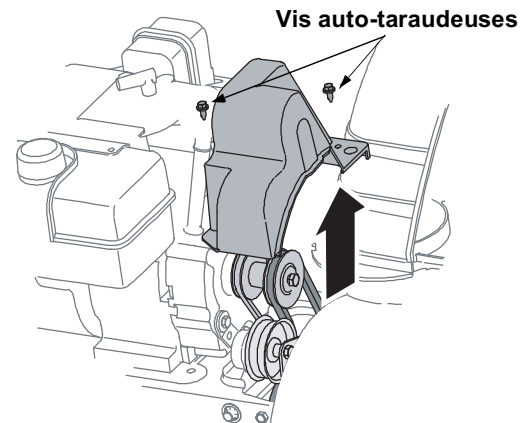

Figure 22
- Démontez le couvre-courroie en retirant les deux vis auto-taraudeuse qui le maintiennent sur l habitacle de la souffleuse. Voir la Figure 22 .
- Démontez le couvre-courroie en retirant les deux vis auto-taraudeuse qui le maintiennent sur le châssis de la souffleuse. Voir la Figure 22 .